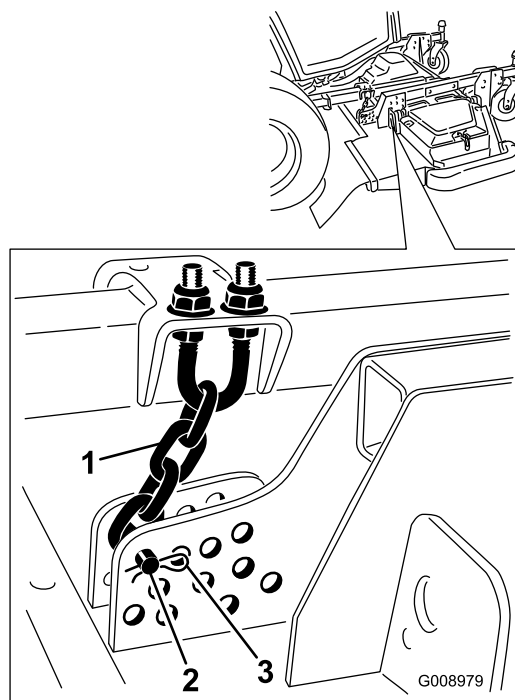

図 24
5. 刈高チェーンをカッティングユニット後部に固定しているヘアピンコッターとクレビスピンを取り外す（図 24）。